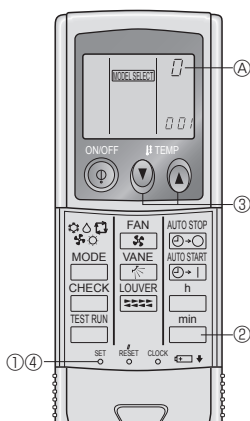

Fig. 6-4
3) Приписание пульта дистанционного управления отдельным приборам (Fig. 6-4)